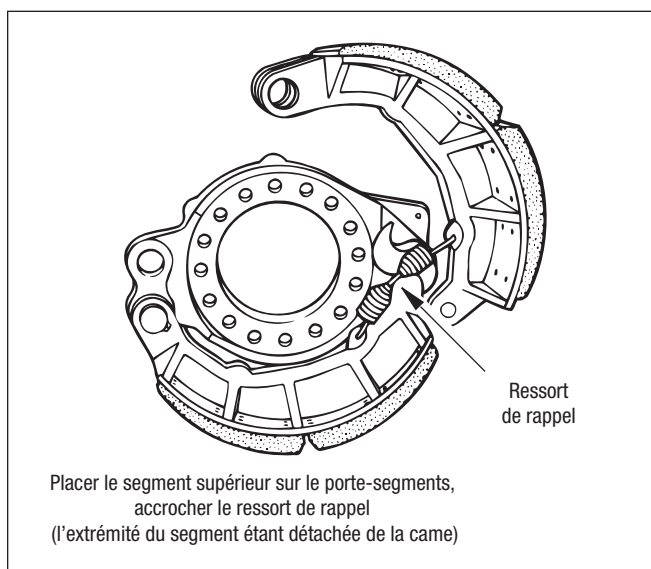

Figure 78 – Positionnement du segment supérieur
9. Placer en partie le segment supérieur sur le porte-segments (extrémité détachée à la came), puis accrocher le ressort de rappel au segment supérieur. Cf. Figure 78.